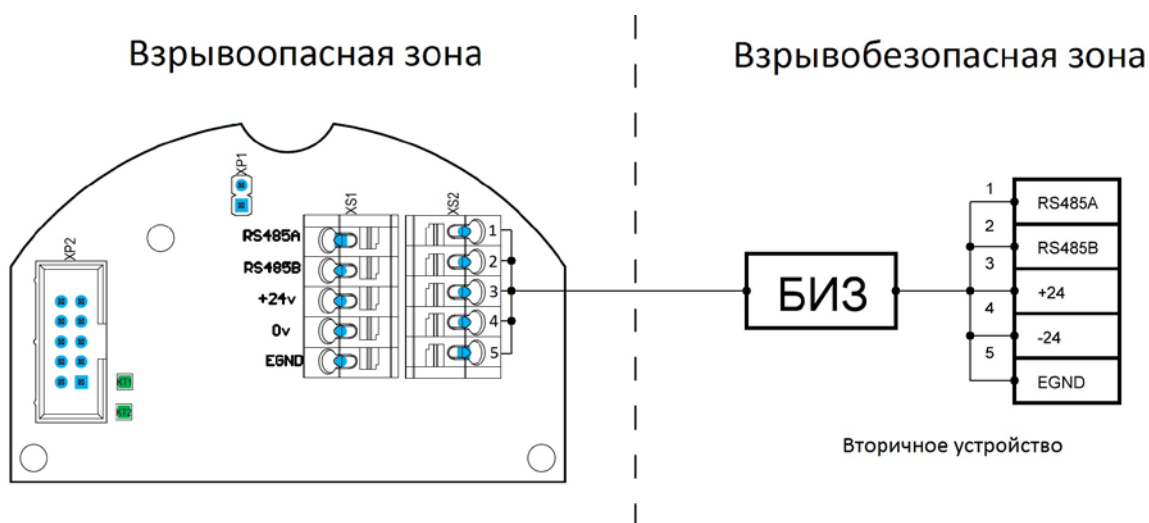

Рис. 7.2. Схема подключения адресных извещателей "ИПДЭС" во взрывоопасной зоне.
7.9 Схема подключения адресных извещателей пожарных дымовых ИПДЭС приведена на рис.7.2